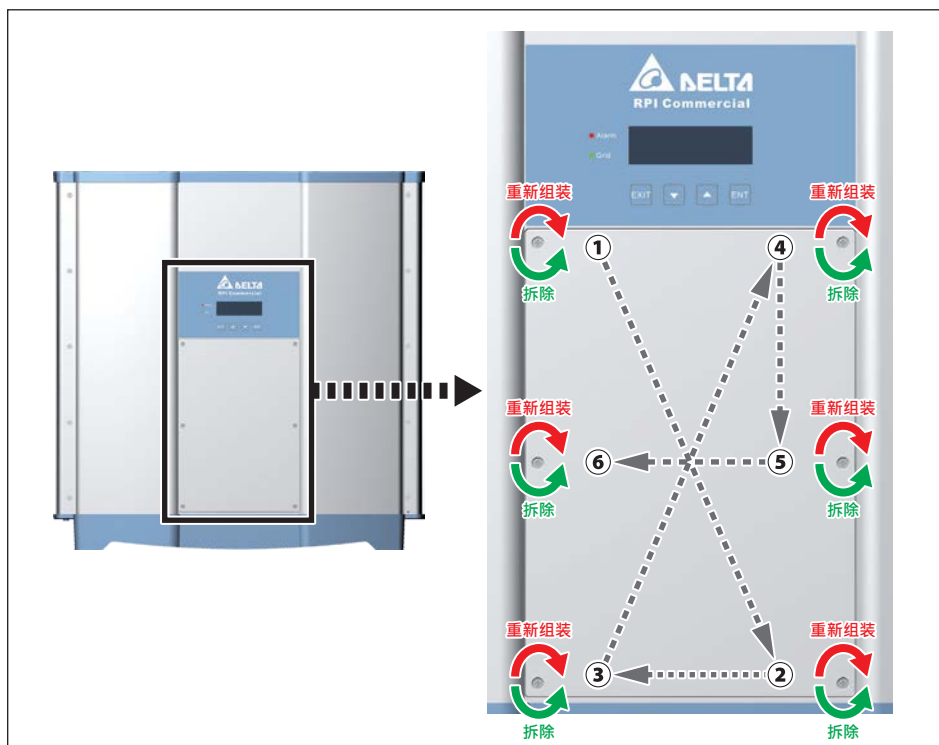

图6-1：卸下/重新装上前盖
2. 将前盖显示面板下方的六个螺丝旋开。(参考图6-1)
8. 将前板锁上螺丝时请依照图6-1顺序。
- 2.将前盖显示面板下方的六个螺丝旋开。(参考图6-1)